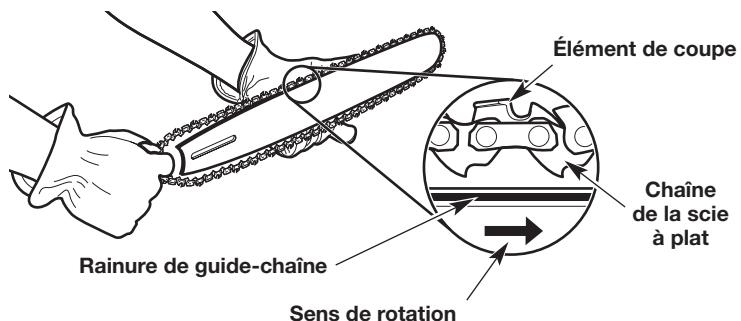
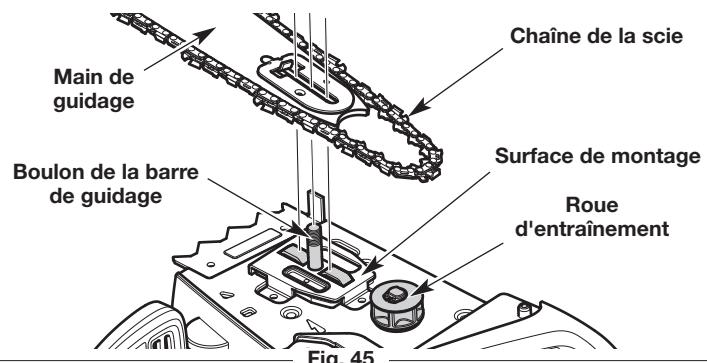

Fig. 44
Fig. 45
3. Retirer soigneusement la chaîne de scie et la barre de guidage (Fig. 45).
3. Faites entrer la chaîne dans la rainure du guide-chaîne (Fig. 44). Assurez-vous que les couteaux pointent dans le bon sens de rotation (Fig. 44). Gardez une boucle de chaîne à l'extrémité arrière du guide-chaîne (Fig. 44).
4. Maintenez la chaîne et le guide-chaîne ensemble, en position sur l'appareil. Enrouler la chaîne de la scie autour de la roue d' entraînement dentée et installer la barre de guidage sur le boulon de la barre de guidage (Fig. 45). Assurez-vous que le guide-chaîne est à plat contre la surface de montage (Fig. 45). Assurez-vous que les méplats de la chaîne se trouvent dans les rainures sur le pignon d' entraînement (Fig. 44).